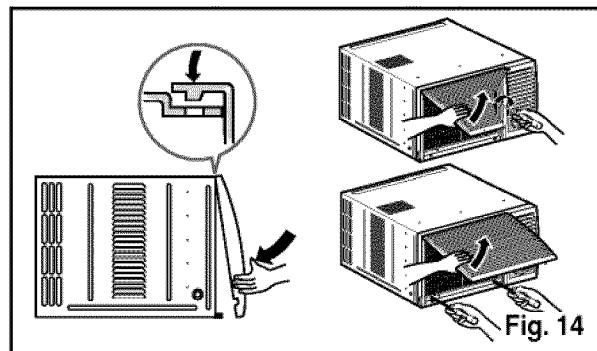

Fig. 14
10. Instale la rejilla frontal en el cabinete insertando la lengüeta en la rejilla a la lengüeta en el frente del cabinete. Empuje la rejilla hasta que se cierre con sonido de golpe. (Ver Fig. 14)
11. Levante la rejilla de entrada y asegúrela con un tornillo (tipo A) a través de la rejilla frontal. (Ver Fig.14)